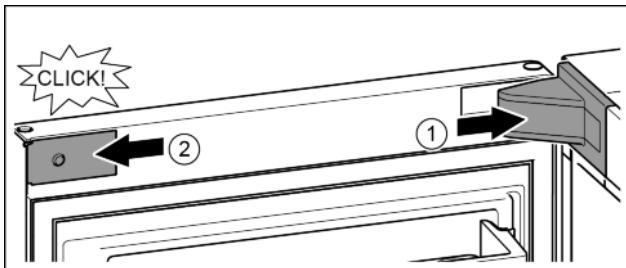

Fig. 18
- Крышку опорного кронштейна установить и зафиксировать, при необходимости, осторожно разжать. Fig. 18 (1)
- Установить сбоку накладку и зафиксировать. Fig. 18 (2)